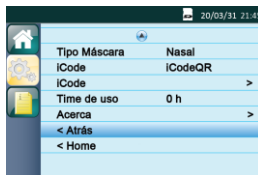

Fig. 13-8
(1) Volver a la interfaz de configuración inicial Mueva el cursor a la opción **Atrás** girando el **Botón de Mando** ☰, como se muestra en la Fig. 13-8.